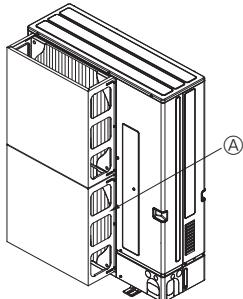

Fig. 2-4
- ② Installieren Sie eine als Sonderzubehör erhältliche Luftauslassführung, wenn die Anlage an einem Aufstellungsort installiert ist, an dem die Gefahr besteht, dass starker Wind direkt in die Luftaustrittsöffnung bläst. (Fig. 2-4)